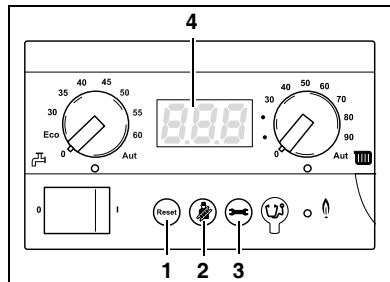

Bild 23 Grundkontroll BC10
Du kan bläddra igenom menystrukturen för värmepannan på BC10 med hjälp av knappen "Reset", knappen för "skorstenssotning", knappen för "statusvisning (bild 23, pos. 1, 2 och 3) och displayen (bild 23, pos. 4) med menyerna i tab. 5, 6 och 7.